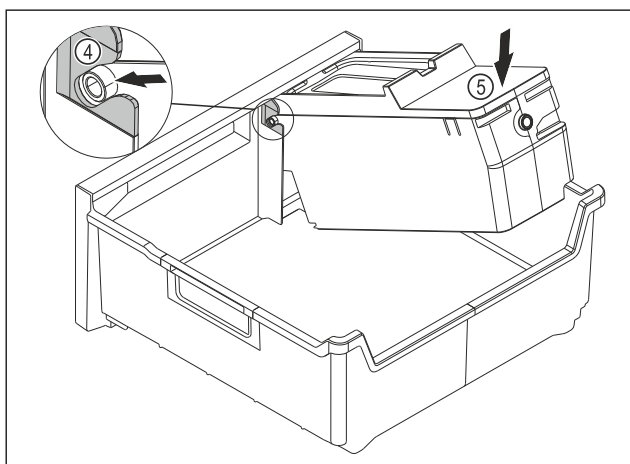

Fig. 187
- Montáž korpusu EasyTwist-Ice: Osy korpusu EasyTwist-Ice zasuněte do vedení Fig. 187 (4).
- Stlačte korpus EasyTwist-Ice Fig. 187 (5) vzadu dolů.